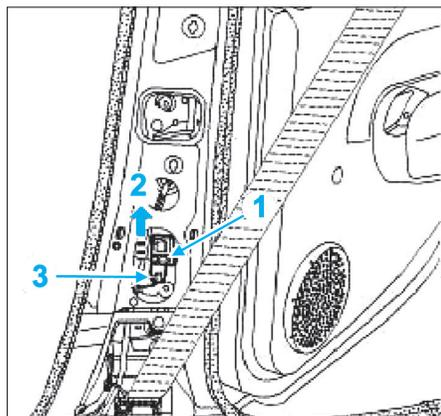

Fig. 12
- Desserrer la vis de fixation du capteur de choc latéral (1) de 6 tours (Fig.12).